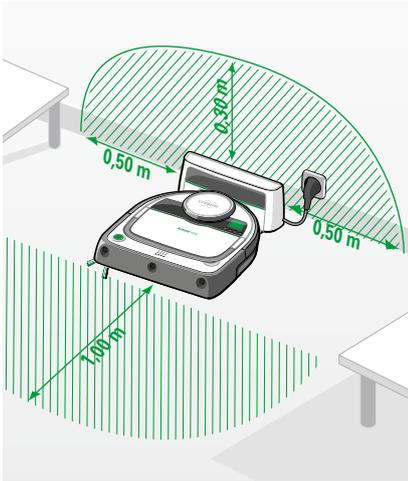

Figure 2.4 Mise en place de la station de charge
- Positionnez la station de charge contre un mur de sorte que les contacteurs de charge et la fenêtre infrarouge du robot aspirateur Kobold VR200 soient librement accessibles (Figure 2.4). Idéalement, il ne doit y avoir aucun obstacle à 0,3 m au-dessus, 0,5 m à gauche et 0,5 m à droite de la station de charge.